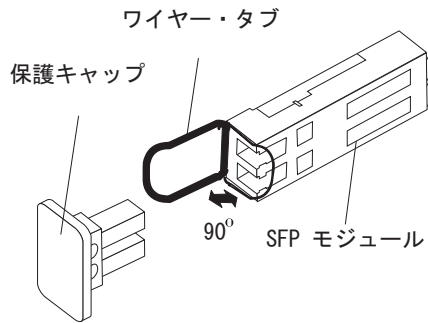

図 29. SFP モジュール・ラッチのアンロック - ワイヤー・タブの場合
- ・ ワイヤ・タブが入っている SFP モジュールの場合は、64 ページの図 29 に示すように、ワイヤ・ラッチを外側に 90° 引いて SFP モジュールのラッチをアンロックします。